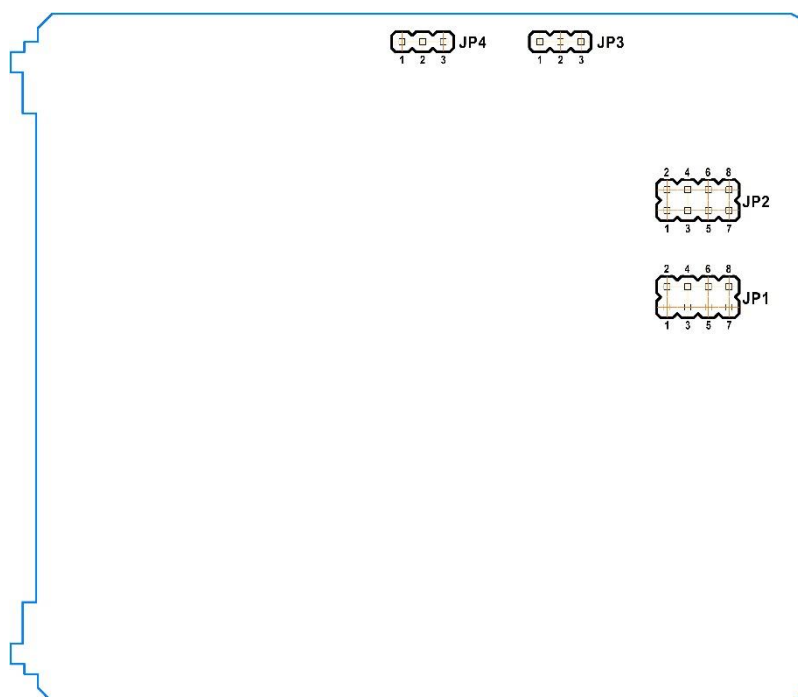

Рисунок 4.1 – Положення переминок на платі входів БРУ-110
- встановити положення переминок на модулі універсальних входів у положення згідно з вибраним типом вхідного сигналу БРУ-110 (таб. 4.1, рис. 4.1).
Діапазон зміни вихідного аналогового сигналу АТ встановлюється перемичками JP4 (див. рисунок 4.1) на модулі універсальних входів/виходів. Типи вихідного сигналу та відповідні положення переминок наведені у таблиці 4.2.